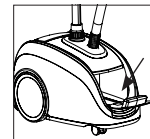

Figura 8
8. Se pueden guardar el cepillo para tela, cepillo para pelusas, utensilio para pliegues y fundas de tela dentro del compartimento para guardar integrado (Figura 8).